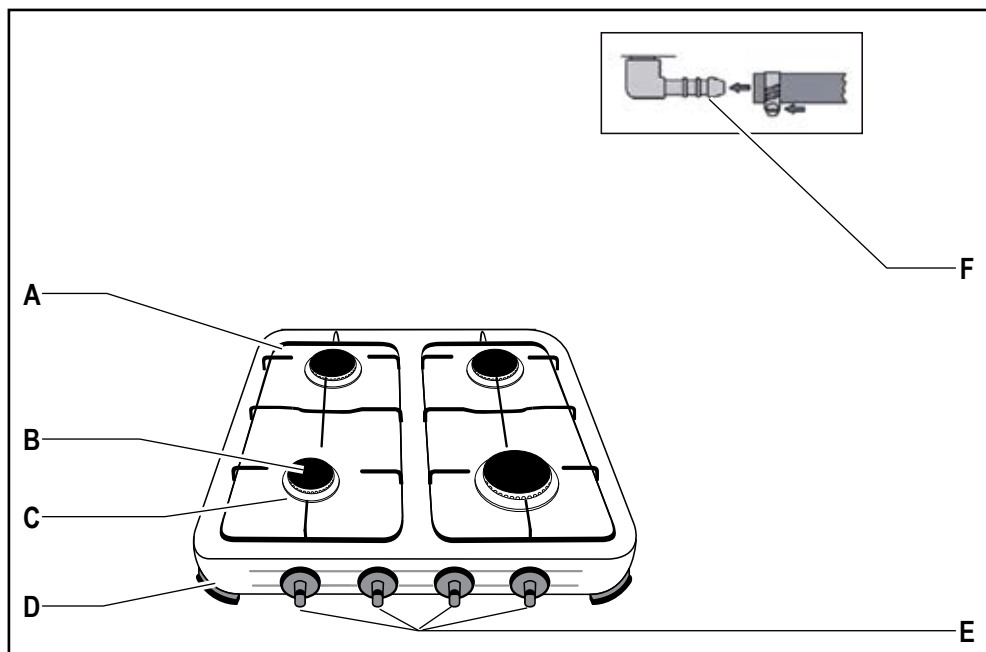

Fig. 1 - Mod. 1994
DESCRIZIONE DELL'APPARECCHIO (Fig. 1)
Questo apparecchio funziona con gas liquefatto ed è necessaria una installazione che preveda l'uso di un tubo di gomma flessibile omologato per GPL in conformità con le normative vigenti. Utilizzare un tubo con lunghezza non superiore a 1,5 metri, diametro interno 8-9 mm, diametro esterno 14 mm, fissato con fascetta a vite metallica in acciaio inox diametro 9-16 mm, come indicato nella fig. 1.
- Collegare il tubo del gas all'apparecchio tramite l'ugello (G) e fissarlo mediante fascette stringitubo alle due estremità come indicato nella fig. 1.